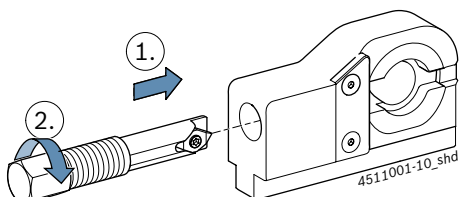

Fig. 11: Rotējošās vārpstas nostiprināšana
4. Ielieciet rotējošo vārpstu demontāžas instrumentā, kā tas parādīts Fig. 11, un ieskrūvējiet vītņē.